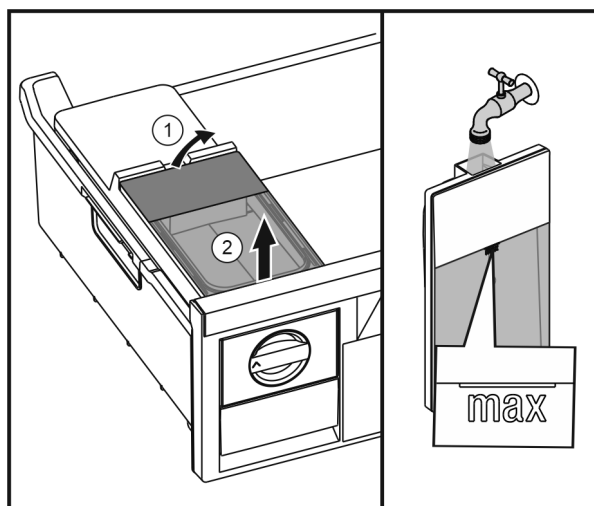

Fig. 55
- Løft opp vanntanken bak Fig. 55 (1), og ta den ut forover Fig. 55 (2).